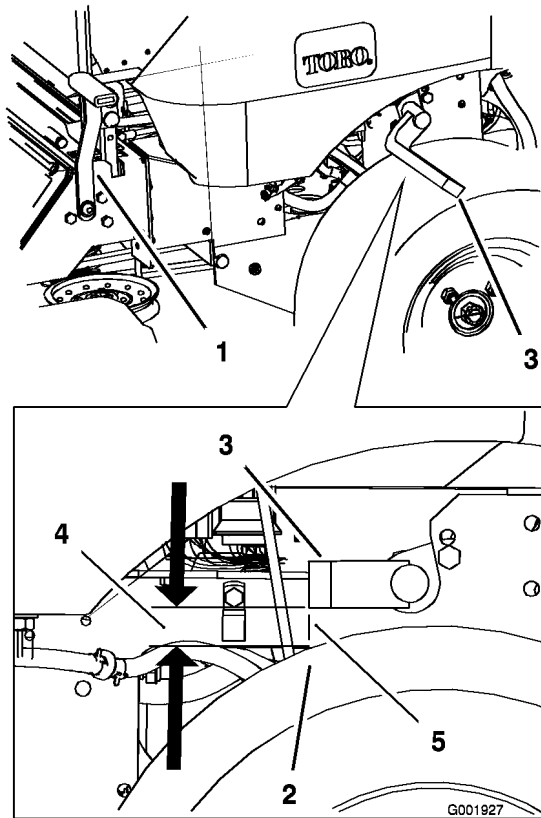

Figure 45
5. Retirez la goupille fendue et l'axe de chape de la timonerie de freins (Figure 45).
7. Mesurez verticalement la distance qui sépare l'avant de la barre de freinage et la bande de roulement ; elle doit être de 22 à 25 mm. (Figure 45).
9. Serrez le frein de stationnement, le levier relevé, et vérifiez que la barre de freinage vient toucher le pneu (Figure 45).
10. Mesurez la longueur du ressort ; les rondelles doivent être distantes de 74 mm (Figure 45).